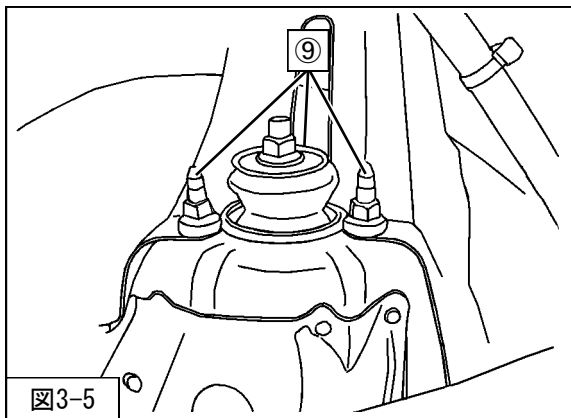

図3-5
7. ⑨リアサスペンションASSYアッパー取付ナットを取外してください。(図3-5)